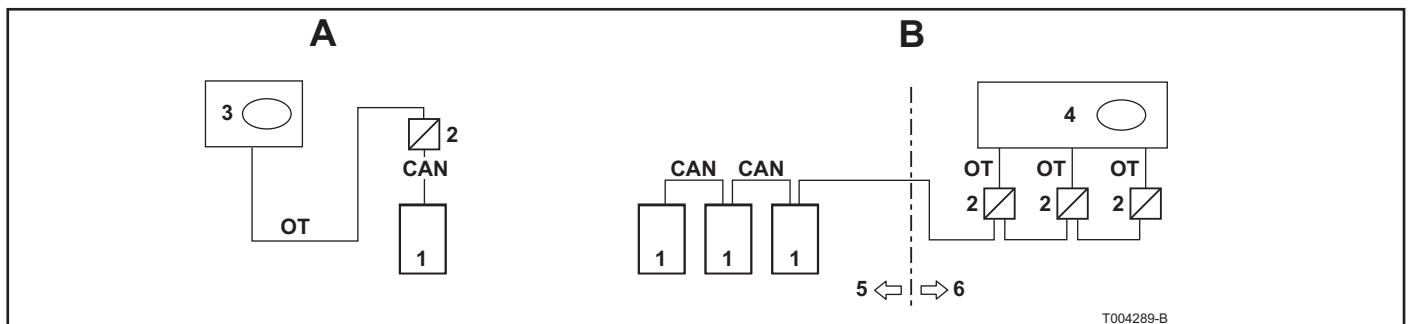

Fig. 05 El bus CAN con dos nodos (A) y varios nodos (B)
- Dos nodos en el bus CAN, una interfaz CAN-OT y una bomba de calor, consulte Fig. 05 (A).
- Varios nodos en el bus CAN, varias interfaces CAN-OT y varias bombas de calor, consulte la Fig. 05 (B)